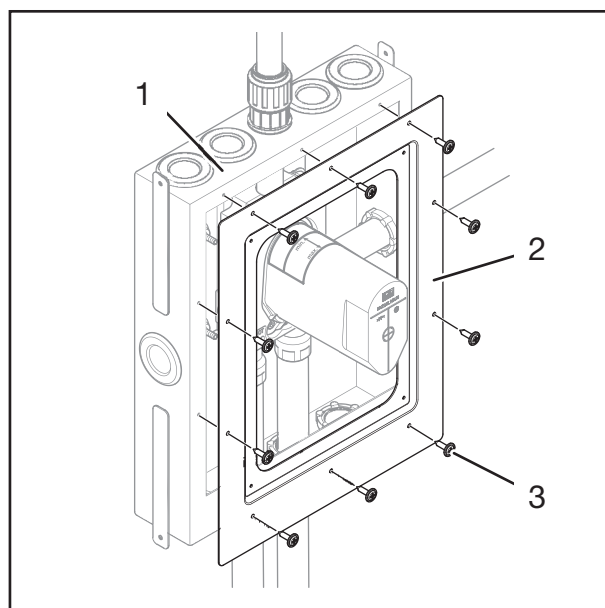

Fig. 13: Montering av ram
1. Positionera ramen (fig. 13/2) på huset (fig. 13/1).
2. Skruva fast ramen (fig. 13/2) på huset (fig. 13/1) med tio TX 20-skruvar (fig. 13/3).